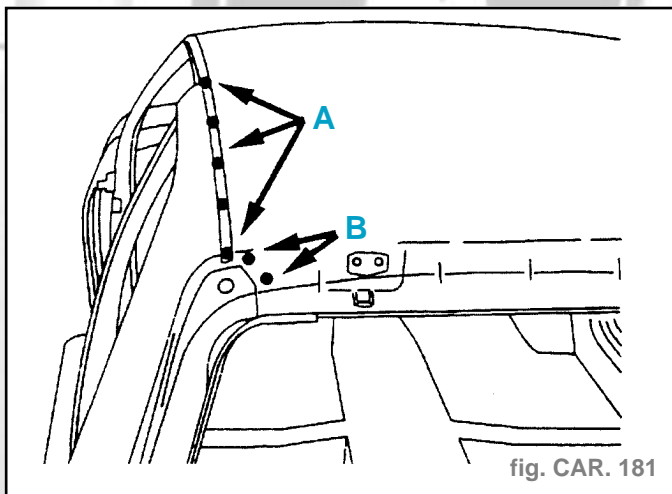

fig. CAR. 181
- Souder par points électriques (suivant A) (fig. CAR. 181).
- Souder par points bouchons au MIG (suivant B) (fig. CAR. 181).